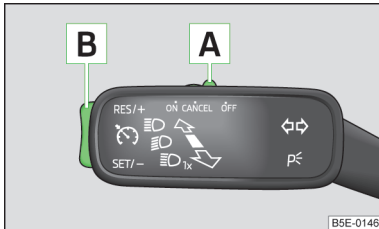

Abb. 134
- Den Schalter **A** » Abb. 134 in Stellung **ON** drücken.
- Den Schalter **A** » Abb. 134 in Stellung **OFF** drücken.
- Die Wippe **B** in der Position **SET** » Abb. 134 auf Seite 146 drücken.
- Die Wippe **B** in der Position **RES** » Abb. 134 auf Seite 146 drücken.
Die gespeicherte Geschwindigkeit kann durch Drücken der Wippe **B** » Abb. 134 auf Seite 146 in der Position **SET** verringert werden.
Die Geschwindigkeitsregelanlage wird **vorübergehend abgeschaltet**, indem der Schalter **[A]** » Abb. 134 auf Seite 146 in die gefederte Position **CANCEL** bzw. das Bremspedal gedrückt wird.